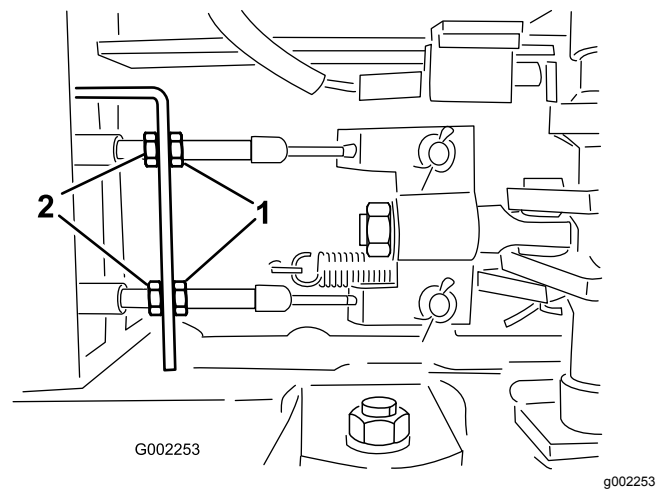

Bild 68
- Lösen Sie die vorderen Muttern an den Bremskabeln unter der Vorderseite des Sprühfahrzeugs (Bild 68).
- Ziehen Sie die hinteren Muttern gleichmäßig an, bis das Spiel des Bremspedals 1-2 cm beträgt, bevor Sie einen Widerstand spüren (Bild 68).